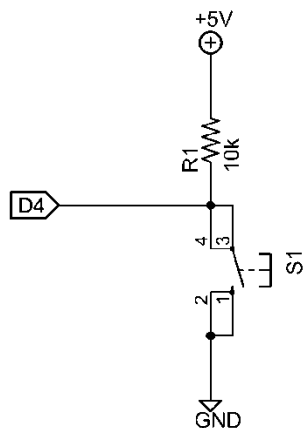

図 2.28 スイッチ動作の回路
デジタル入力の動作を理解するために、図 2.28 に示す回路をブレッドボード上に実装し、スイッチのオン・オフで Arduino Uno の LED (L) が点灯・消灯するプログラムを作成する（スイッチのオン・オフと連動）。また、作成したスケッチに名前を付けて保存せよ（例：Tr2-2-3\_20190419）。
スイッチ（入力回路：図 2.28 を参考）を介して、赤色 LED（出力回路：図 2.26 を参考）を点灯・点滅可能な回路図を作成し、ブレッドボード上に実装せよ。また、スイッチのオンのときに LED が点灯、オフのときに LED が 0.2 秒間隔で点滅するデジタル入出力を操作するプログラムを作成せよ。
(1) 図 2.26 および図 2.28 を参考に、1 つのスイッチおよび 2 つの LED（赤色、黄色）をそれぞれ任意のデジタルポートに接続する回路図を作成する。このとき、デジタル I/O ポートを 3 つ（1 つのデジタル入力、2 つのデジタル出力）使用すること。
(2) 回路をブレッドボード上に実装する。このとき、図 2.28 を参考に入力回路を、図 2.26 を参考に出力回路を組むこと。
(3) スイッチのオン・オフで交互に LED が点灯するプログラムを作成し実行する。
- (1) 図 2.26 および図 2.28 の回路を参考に, 2つのスイッチと 1つの LED をそれぞれ任意のデジタルポートに接続する回路を組む。
- (2) 表 2.13, 表 2.14 の条件を満たすプログラムをそれぞれ作成する。
- (3) 表 2.13, 表 2.14 を完成させる。